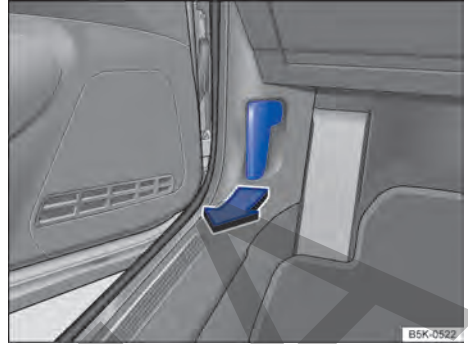

Fig. 180 En la zona reposapiés del lado del conductor: palanca de desbloqueo del capó del motor.
- Abra la puerta del conductor y tire de la palanca de desbloqueo en el sentido de la flecha → fig. 180. El capó del motor se desengancha del bloqueo de la chapa portacierre por la fuerza de un muelle → ⚠.